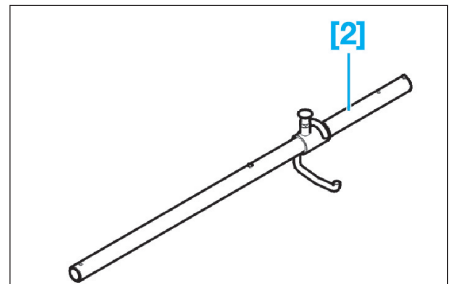

FIG. 8
- [2]. Levier de désaccouplement (réf : 999 7076) (Fig.8).